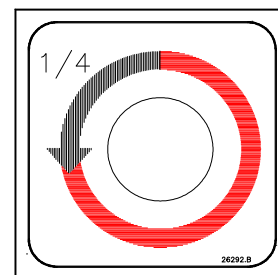

FIGURA 12:
- 4) Vea la **Figura 12**. Gire la extensión de la manija 1/4 de VUELTA hacia la izquierda y mantenga la válvula en posición ABIERTA para iniciar el despliegue de la plataforma. Gire la manija hacia la derecha para CERRAR la válvula cuando la plataforma llegue al nivel del piso del vehículo.